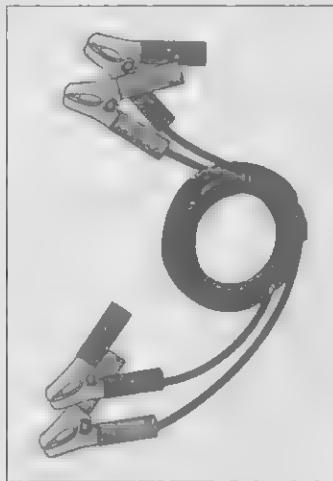

Рис. 2.21. Прикуриватель используется для запуска двигателя
- ✓ **Прикуриватель.** Очень часто для пуска двигателя не хватает электрического тока. Так происходит либо из-за старой аккумуляторной батареи, либо из-за не включенных вовремя фар. Если вы попали в подобную ситуацию, либо ждете помощи от ближайшего автосервиса, либо, если вы в безопасном месте наезженном районе, попробуйте остановить проезжающую машину, достать прикуриватель (рис. 2.21), быстро его подключить и завестись от машины соседа. Большинство людей добровольно подвергают машину такой операции, так как они не теряют ничего, кроме пары минут времени, но вы сами должны решить, подвер-